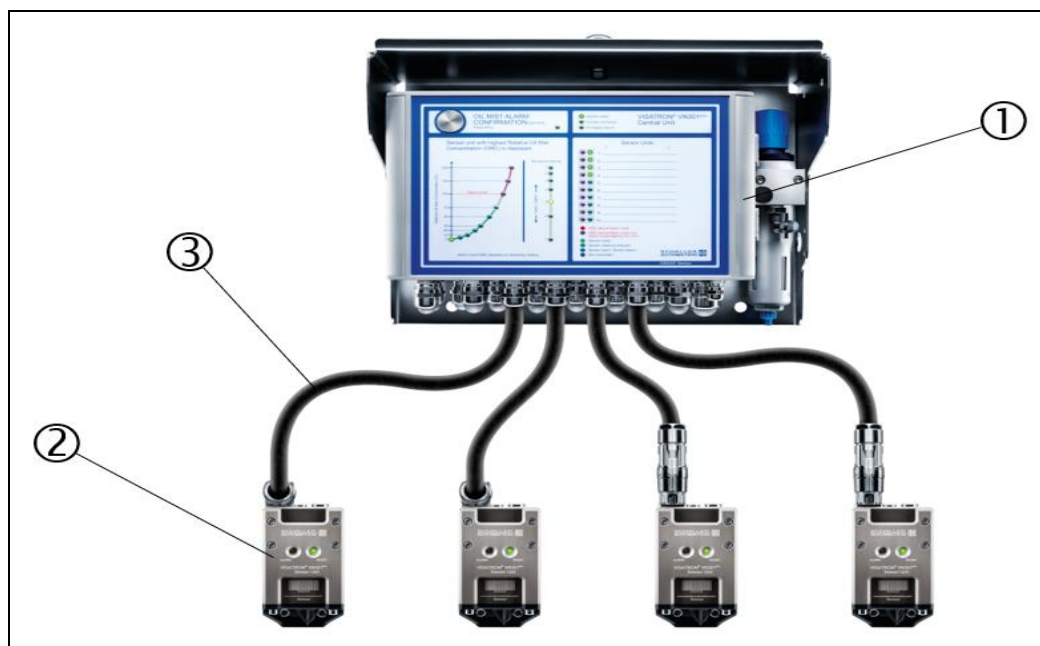

Fig.: 10 : Vista general de los componentes, VISATRON® VN301^{plus}
La parte central del sistema de detección de niebla de aceite es, conforme a las figs. 10 y 11, la unidad de sensor (pos. 2) que incluye un canal óptico de medición debajo de la tapa de cierre, así como ledes para mostrar al usuario la información importante en condiciones de servicio normales. La unidad central (pos. 1) está montada con protección contra la vibración a la pared del motor mediante una cubierta de protección.
El sistema de detección de niebla de aceite utiliza el *principio Venturi* para aspirar la atmósfera de niebla de aceite del cárter. El principio de medición de la detección es descentralizado, es decir, en la estación de cilindros está montada una unidad de sensor respectivamente en un lugar definido. El proceso de supervisión se realiza mediante un canal óptico de medición, en la carcasa de la unidad de sensor. A continuación, los datos de la medición llegan, conforme a las figs. 10 y 11, a través de un cable híbrido (pos. 3) a la unidad central (pos. 1), donde se evalúan.